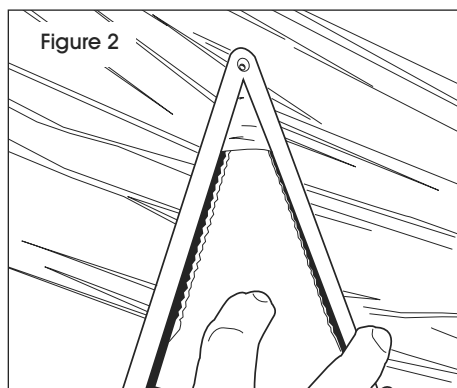

Figure 2
2. Hold vent vertically pointing upward. Press the point of the vent in and push the vent upward. The point should pierce the marine shrink cover. (See Figure 2)
2. Maintenez l'évent à la verticale avec la pointe orientée vers le haut. Appuyez sur la pointe de l'évent et poussez l'évent vers le haut. La pointe doit transpercer la protection rétractable marine. (Voir Figure 2)